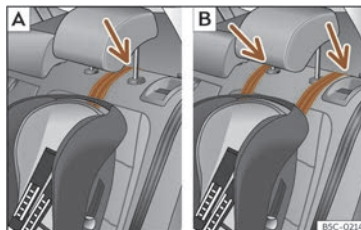

Abb. 37 Rücksitze: Einstellung und Einbau unter Verwendung des Top Tether-Gurts.
- Führen Sie den Gurt unter der Kopfstütze durch (in Abhängigkeit der Gebrauchsanweisungen des Kindersitzes ggf. Kopfstütze anheben oder entfernen) >>> (Abb. 37).